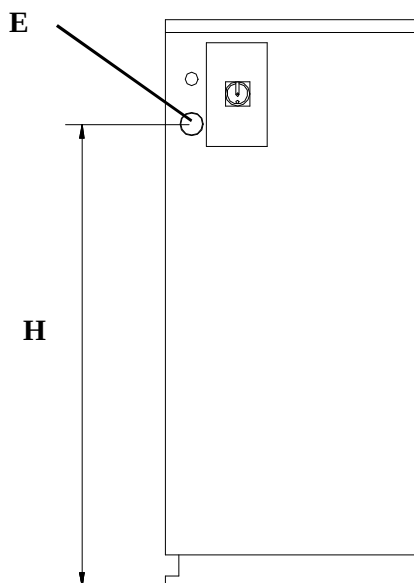

fig. 21
- Insert the wire inside the terminal block through hole **E** (**fig. 21**) and secure safely.
- Introducir el conductor en el interior de la caja de bornes a través del orificio **E** (**fig. 21**) y fijarlo de forma segura.
- Introduire le câble à l'intérieur du boîtier de bornes par l'orifice **E** (**fig. 21**) et le fixer de façon sûre.